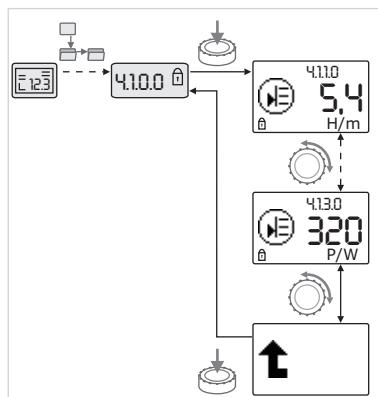

Fig. 42: Informationen abrufen
- Durch Drehen des Bedienknops Menüelemente des Typs „Information“ des aktuellen Untermenüs ansteuern (siehe Fig. 42). Erläuterung der durch Symbole repräsentierten Einstellungen siehe Tabelle in Kapitel 8.7 „Referenz Menüelemente“ auf Seite 36.